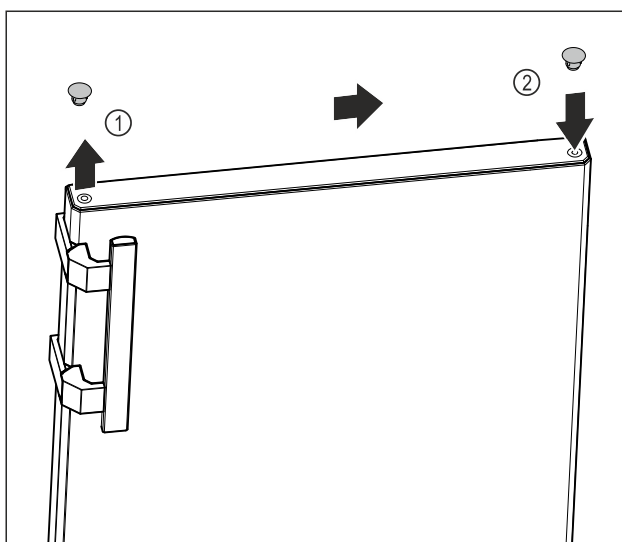

Fig. 13
- Lyft försiktigt täckplugg på dörrens ovansida Fig. 13 (1) med spårskruvmejsel.
- Sätt in täckplugg på motsatta sidan. Fig. 13 (2)